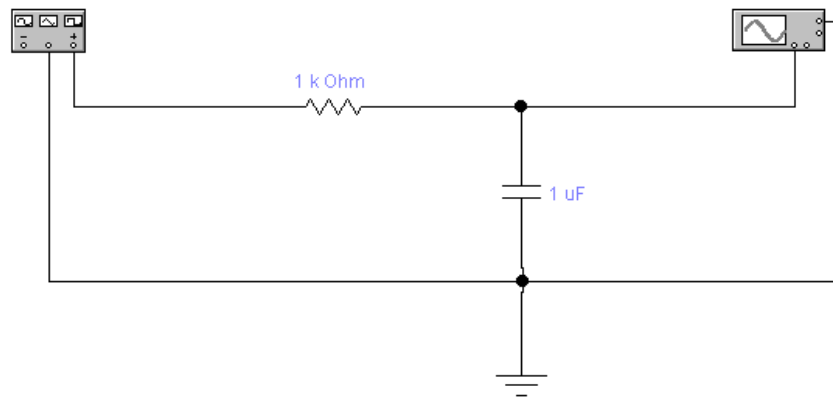

Рисунок 10.5
7.4.Смоделируйте схему для исследования выходных характеристик в интегрирующих цепях (См. Рис. 10.5).Выбирая в соответствии с таблицей 11.2 номиналы резистора и конденсатора, снимите и зарисуйте в отчёт осциллограммы напряжений на выходе, согласовав во времени с входным сигналом.